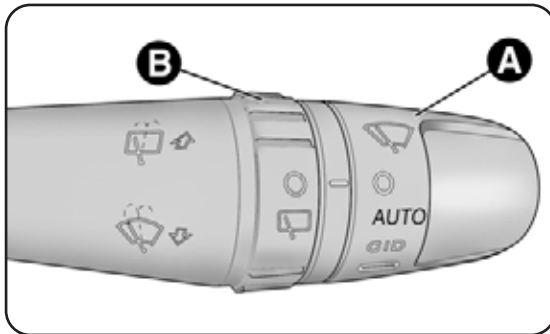

fig. 34
LIMPIAPARABRISAS/LAVAPARABRISAS fig. 34
El sensor se activa girando la corona A-fig. 34 a la posición "automática" (mando "AUTO"): de ese modo, se regula la frecuencia de los barridos del limpiaparabrisas en función de la cantidad de agua presente sobre el parabrisas. Dicha frecuencia puede variar de ningún barrido (lluvia ausente — luna seca) hasta la 2ª velocidad continua (lluvia intensa — luna mojada).
Actuando en la corona A-fig. 34 se puede variar la sensibilidad del sensor de lluvia.
- variación de la sensibilidad (girando la corona A-fig. 34 para aumentarla o disminuirla).
Girando la corona B-fig. 34 de la posición **O** a la posición  se acciona el limpiaventana de acuerdo a lo siguiente: